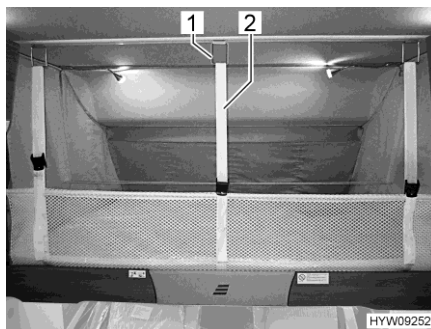

Bild 71 Skyddsnät (höjbar säng)
- Lossa säkerhetsremmarna (Bild 71,2) och lägg skyddsnätet under madrassen.
- Haka fast säkerhetsremmarna (Bild 71,2) i krokarna (Bild 71,1) i taket.